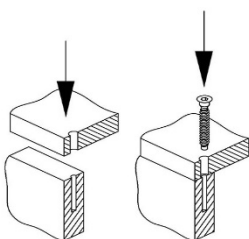
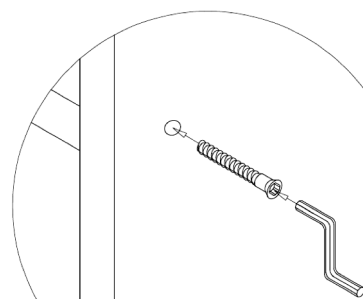

Рис. 5 –Установка винтов-конфирматов
Рис. 6 – Соединение винтом-конфирматом
- В сквозные отверстия $\varnothing 8$ мм пластей крышки (5), нижнего щита (2) вставьте конфирматы и соедините с перегородкой (6,7), (Рис.5), закрутив их ключом для конфирматов (Рис.6).